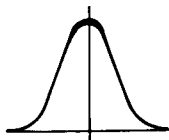

Fig. 6
**Note 1:** Using a sweep generator, input the weak signal (with a level causing noise on the IF waveform as shown in Fig. 6) so that the waveform becomes maximum and symmetrical.
**Remarque 1:** A l'aide d'un générateur de balayage, introduisez le signal faible (à un niveau causant des parasites sur la forme d'onde intermédiaire (IF) comme le montre la figure 6), pour que la forme d'onde devienne maximum et symétrique.